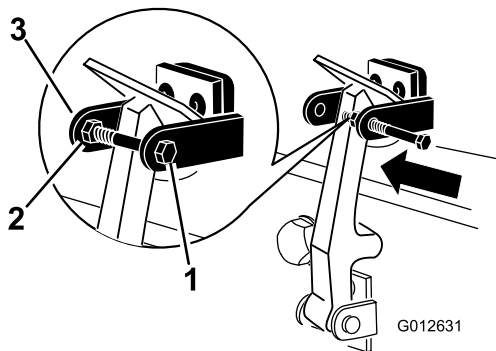

图 9
8. 将螺栓安装到机罩锁定支架的另一个臂直至将门锁锁定到位 (图 9)。